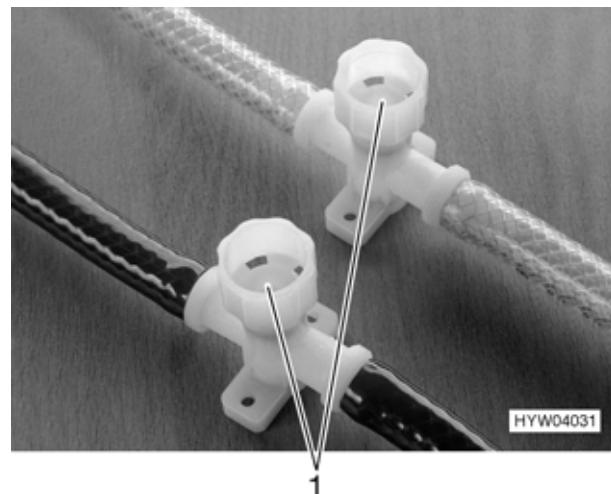
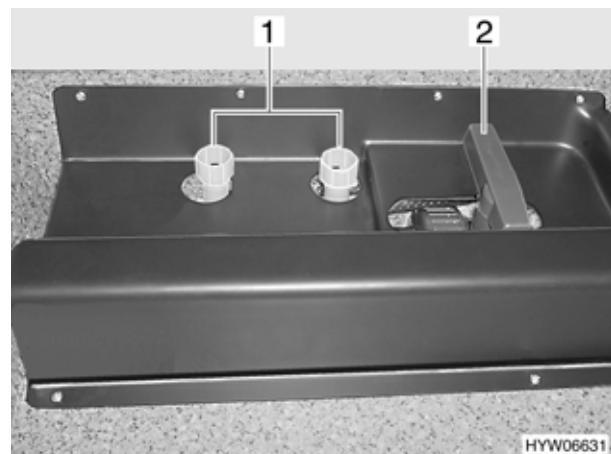

Fig. 143 Valvole di scarico su Star-Line
Fig. 144 Valvole di scarico sui modelli con doppio fondo
- Chiudere le valvole di scarico: ruotare i cappelletti bianchi (Fig. 143,1 oppure Fig. 144,1) in senso orario. L'ubicazione delle valvole di scarico è riportata nella tabella delle "Posizione delle valvole di scarico" alla fine del presente capitolo.
- Girare in senso antiorario i cappelletti bianchi (Fig. 143,1 oppure Fig. 144,1).